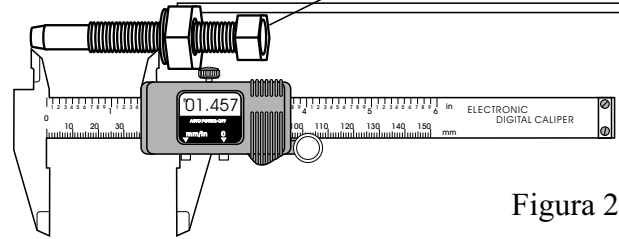

Figura 2
5. Mide la distancia del final del tornillo indicador selectivo a la arandela (Figura 2).